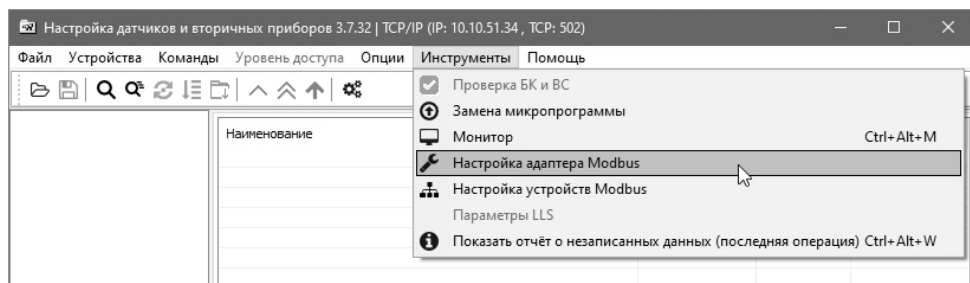

Рисунок 34 – Запуск утилиты «Настройка адаптера Modbus»
3.10.12 Для запуска утилиты «Настройка адаптера Modbus» в окне программы «Настройка датчиков и вторичных приборов» выбрать пункт главного меню «Инструменты» → «Настройка адаптера Modbus» (рисунок 34).